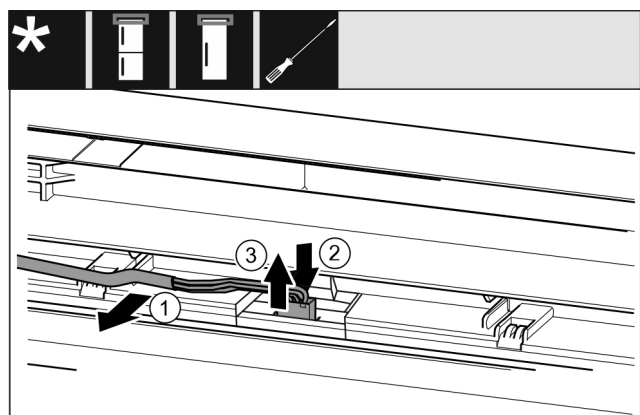

Fig. 10
- ▶ Allentare con cautela il cavo grigio dalla guida nella porta. Fig. 10 (1)
- ▶ Spingere all'indietro la linguetta dietro la presa. Fig. 10 (2)
- ▶ Estrarre delicatamente la presa verso l'alto. Fig. 10 (3)